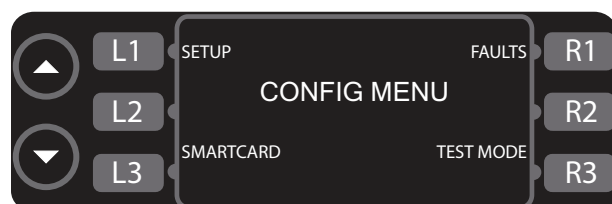
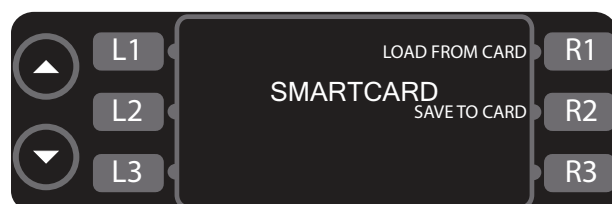

Figura 16: Modo de configuração
Figura 17: Tela de smart card
O MODO DE CONFIGURAÇÃO (Figura 16) atende a quatro finalidades principais:
1. Pressione L3 (Figura 16) para acessar a tela de smart card (Figura 17).
- Pressione R1 para carregar um menu a partir do smart card para o forno (Figura 17).
- Pressione R2 para salvar um menu do forno para o smart card (Figura 17).
A partir do MODO DE CONFIGURAÇÃO (Figura 16), pressione R1 para acessar a tela de contagem de falhas (Figura 20, página 16). O forno exibirá o número de falhas ocorridas.
A partir do MODO DE CONFIGURAÇÃO (Figura 16), pressione L1 para acessar o MODO DE CONFIGURAÇÃO. O MODO DE CONFIGURAÇÃO permite que o usuário personalize várias configurações do forno - veja abaixo para mais detalhes.